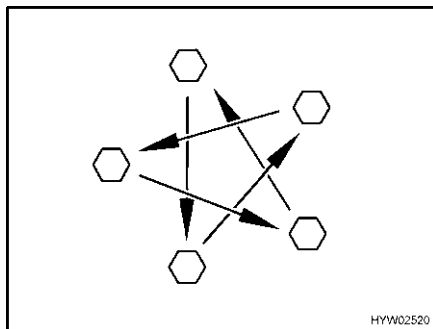

Fig. 117 Serrare a croce i dadi o i bulloni delle ruote
- Controllare regolarmente il serraggio dei dadi o dei bulloni. Regolare a croce (Fig. 117) il serraggio dei dadi o dei bulloni di una ruota sostituita dopo circa 50 km.
- ▷ Serrare a croce i dadi o i bulloni delle ruote (Fig. 117).